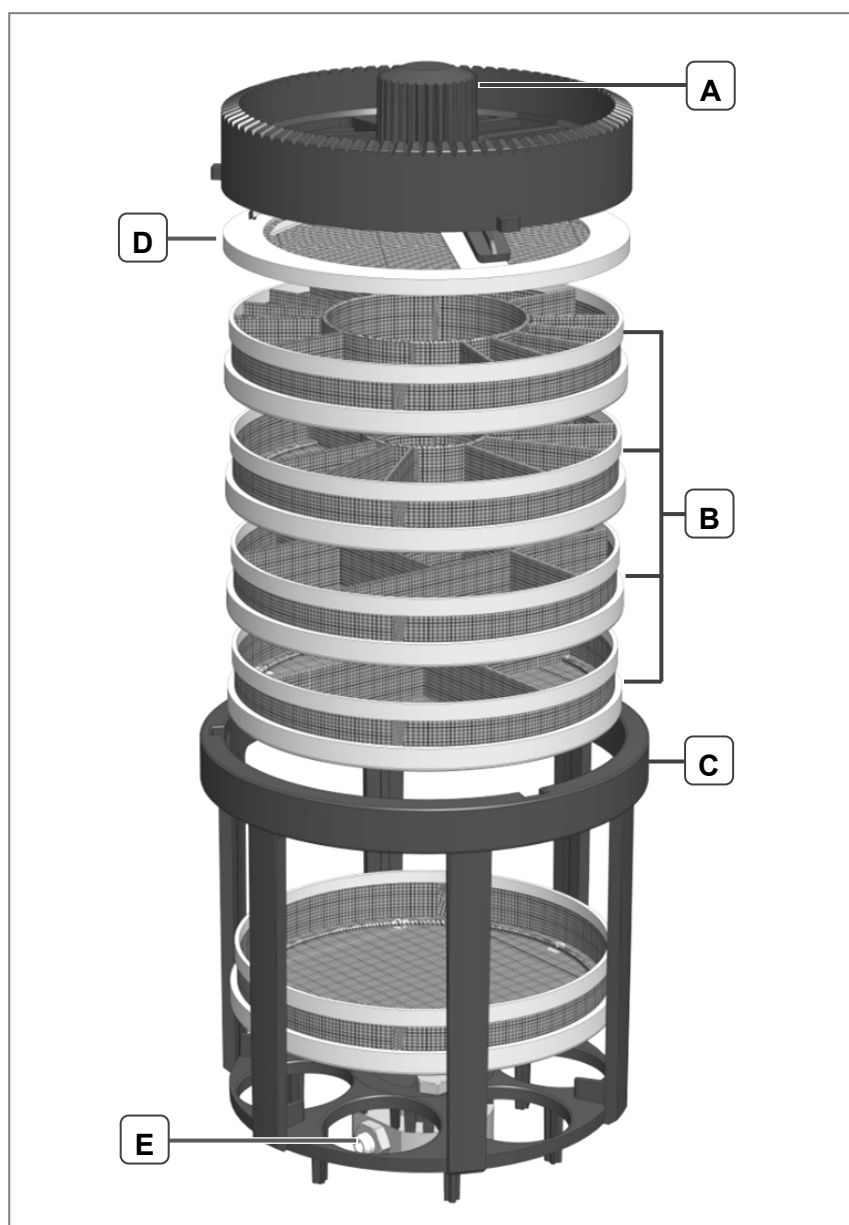

Fig. 6.2.2 Composition du support panier
Vous pouvez à présent retirer les cassettes (*fig. 6.2.2.B*) du support panier (*fig. 6.2.2.C*).
Placez le couvercle du panier (*fig. 6.2.2.D.*) en position extrême supérieure!
**Attention!** Avant d'insérer le support panier dans la chambre de nettoyage, vérifiez si le dispositif de verrouillage du support panier (*fig. 6.2.2.A*) est correctement fermé.